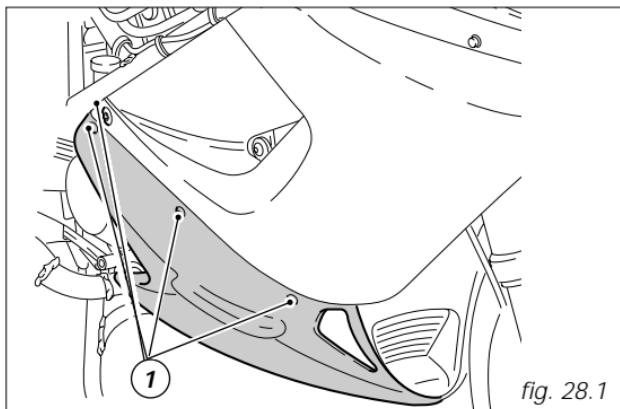

fig. 28.1
Svitare le quattro viti (1) di fissaggio di ogni semicarena inferiore a quella superiore (fig. 28.1).